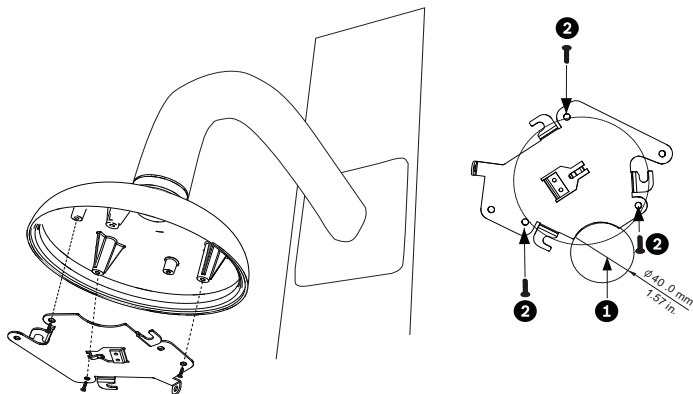

Bild 5.4 Befestigen der Montageplatte an der Dome-Kappe
2. Verlegen Sie die Kabel an der Seite der Montageplatte mit der sichelförmigen Aussparung (Referenznr. 2 in *Bild 5.4*).